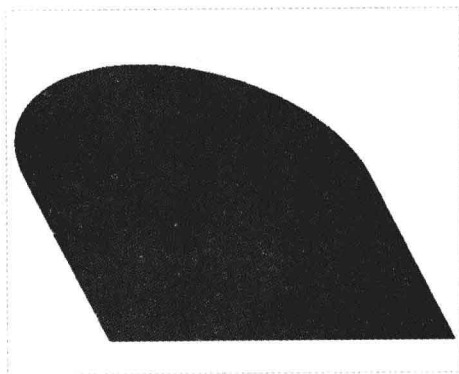

图 9-76 创建混合曲面
Step 04 单击“应用并保存在工具中所做的所有更改，然后关闭工具操控板”按钮✓，并单击“样式”选项卡“关闭”面板中的“确定”按钮✓，即可完成混合曲面的创建，如图 9-76 所示。